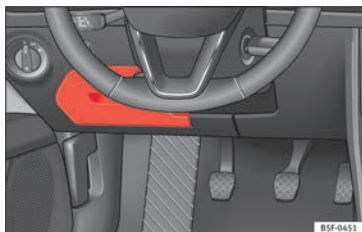

Bild 100 På instrumentbrädan på förarsidan: säkringsdosans lock
- **Öppna:** Fäll ned locket » **bild 100.**